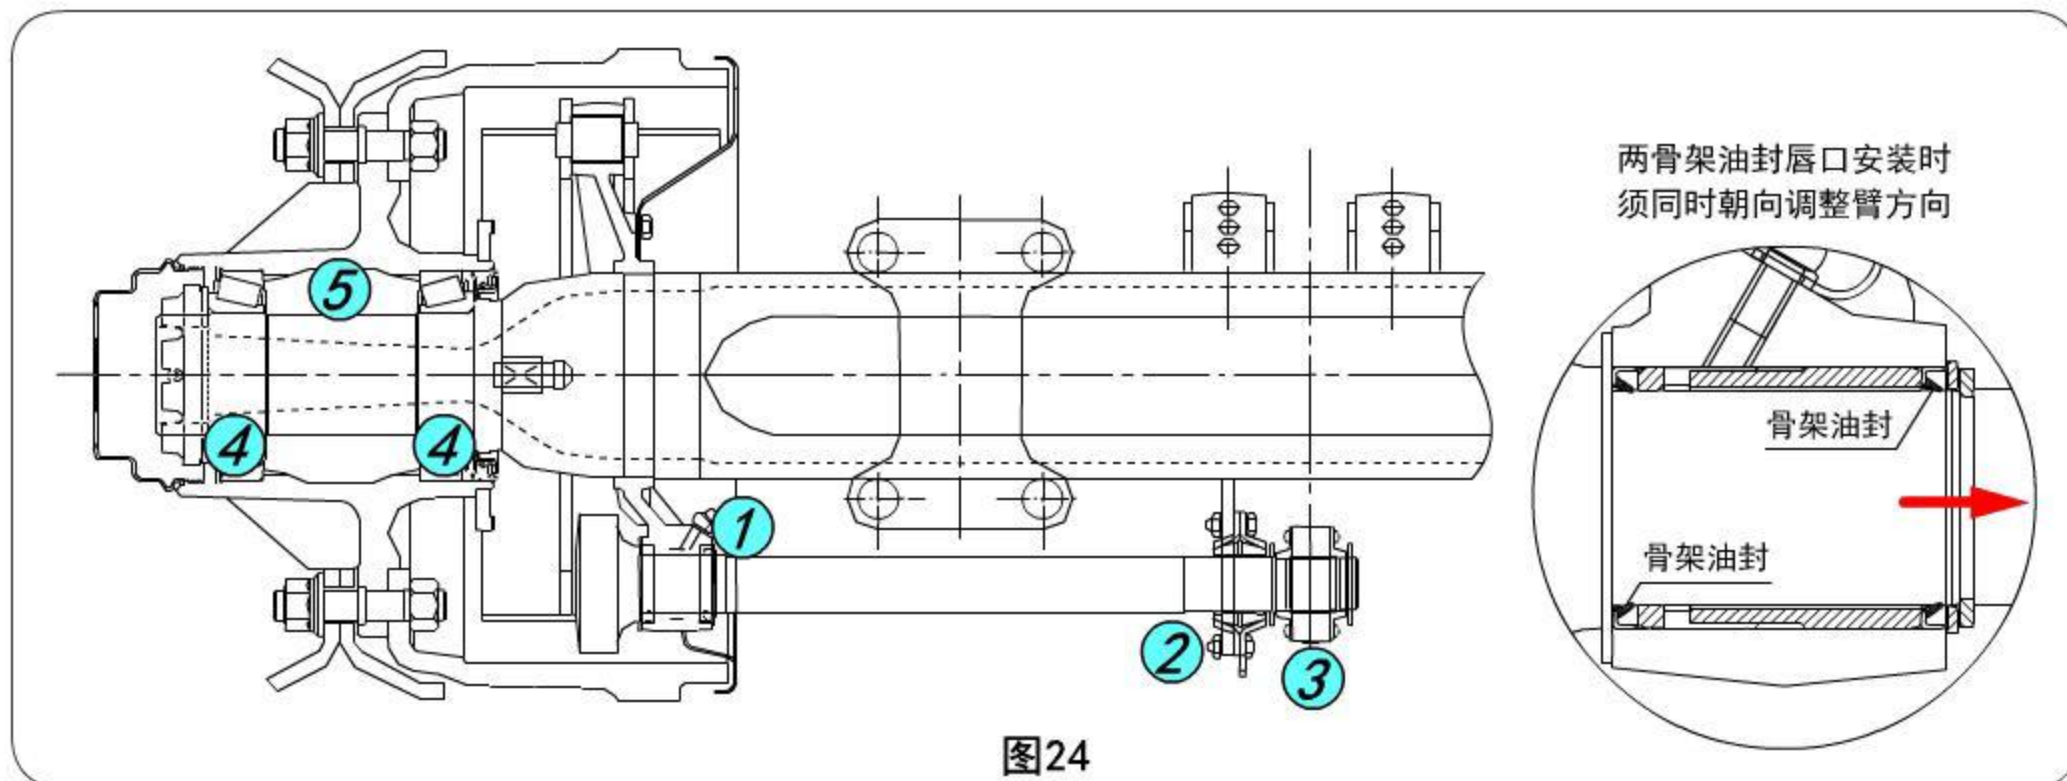

图24
- 凸轮轴衬套①、球面轴承②、调整臂③ (图24、25)
- 圆锥滚子轴承④ (图24、26)
● 轮毂腔⑤（图24、27）